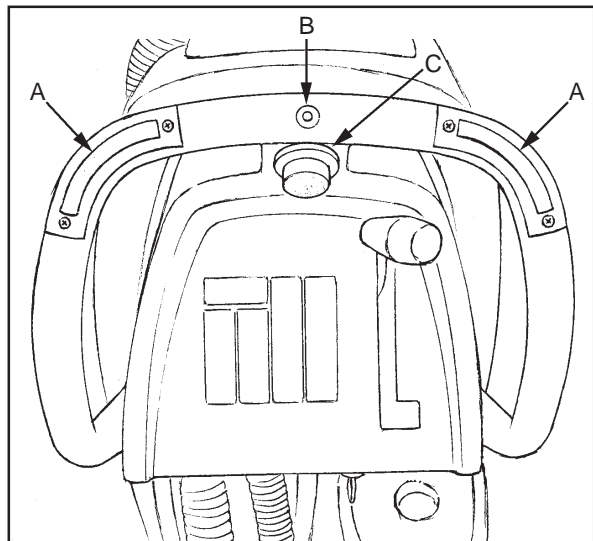

Figure 28
5. Lorsque l'un des interrupteurs gauche ou droit AV/AR (figure 28, A) est enclenché, la machine se déplace vers l'avant (Modèles « L » seulement).
6. Appuyez sur le bouton de la vitesse de traction (figure 28, C) pour contrôler la vitesse (Modèles « L » seulement).
8. Pour faire reculer la machine, appuyez sur le bouton de marche arrière blanc à gauche et à droite (figure 28, B) en même temps que vous appuyez sur l'un des boutons droit ou gauche de marche AV/AR (figure 28, A) (Modèles « L » seulement).